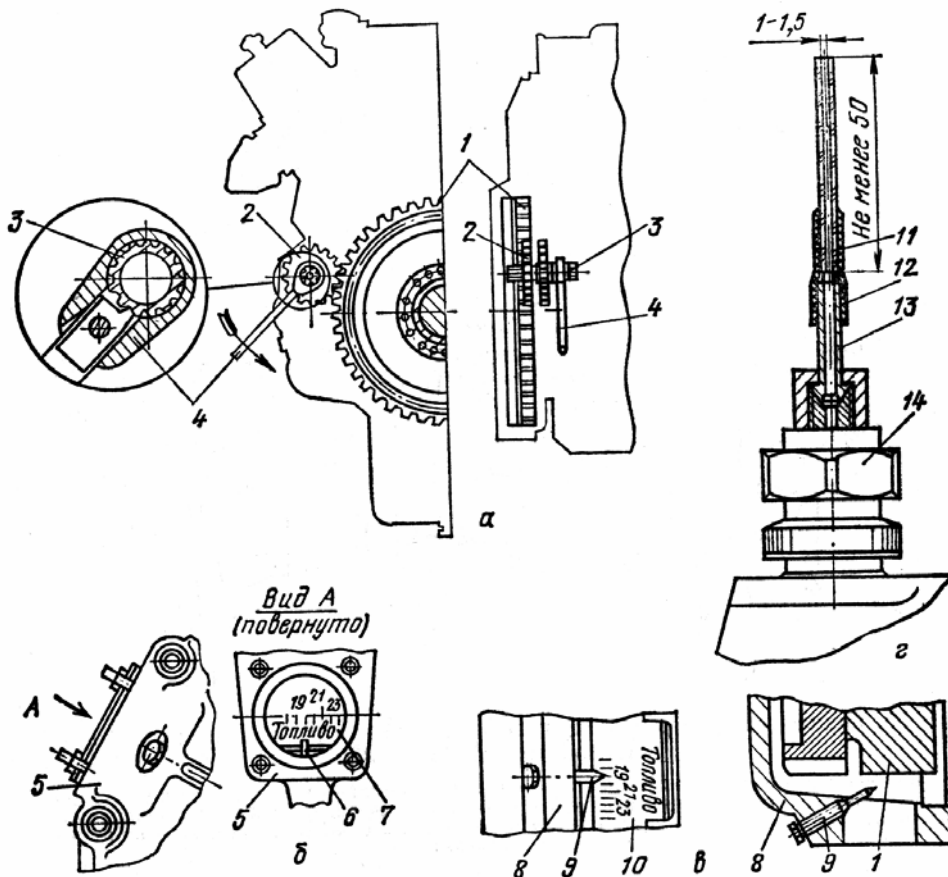

Рис. 4.9. Механизм проворачивания коленчатого вала (а); метки гасителя крутильных колебаний (б) и маховика (в); установка моментоскопа (г):
- устанавливают поршень первого цилиндра в положение, соответствующее нормальному углу опережения подачи - $19 \pm 1^\circ$ по маховику до ВМТ. Для этого определяют такт сжатия в первом цилиндре, а затем вращают коленчатый вал до подхода к указателям 6 и 9 (рис. 4.9) отметки 19° на маховике;
- устанавливают отрегулированный на стенде насос на свои посадочные места на двигателе. Соединяют муфту опережения впрыска через текстолитовую шайбу с приводом. При этом риски на муфте опережения и ведущей полумуфте привода должны совпадать. Топливопроводы высокого давления соединяют с форсунками соответствующих цилиндров. На штуцер двенадцатой секции насоса навертывается моментоскоп (рис. 4.9, г). Проворачивая вал насоса, заполняют моментоскоп топливом. Сбрасывают часть топлива из стеклянной трубки 11 моментоскопа так, чтобы в ней был виден уровень топлива (мениск). Поворачивают вал насоса на пол-оборота против хода, а затем опять по ходу вращения.